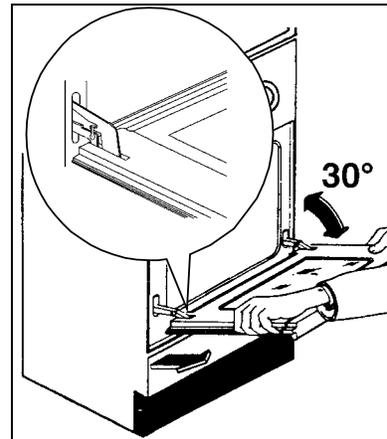

Abb. 9
- Schließen Sie die Tür bis zu einem Öffnungswinkel von 30° (Abb. 9).